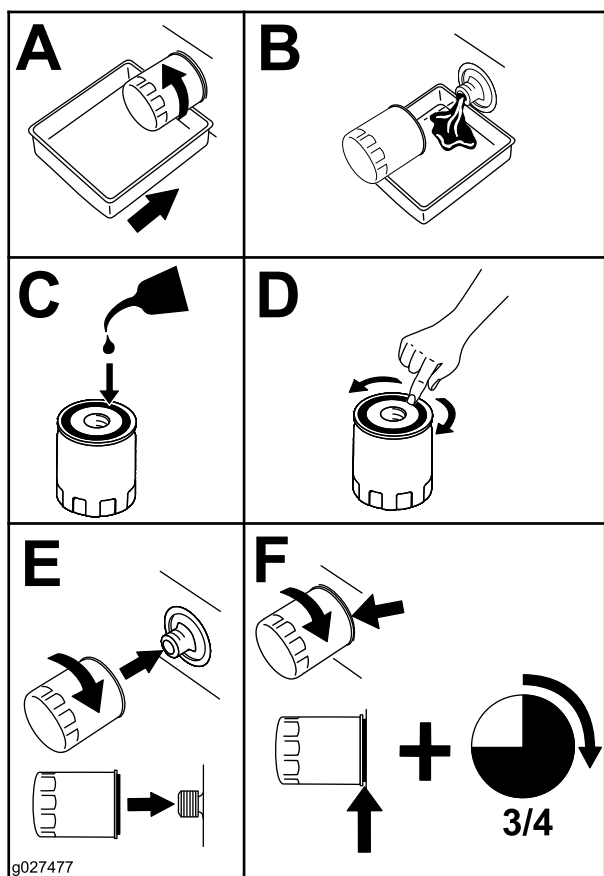

Рисунок 23
3. Снимите масляный фильтр двигателя (Рисунок 23). После слива масла установите новый масляный фильтр.